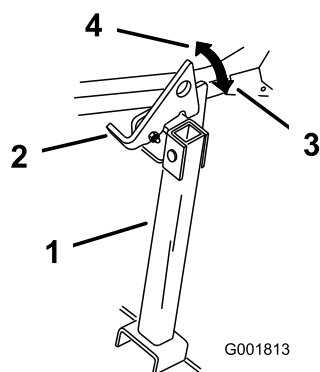

Figura 44
2. Levante o trinco para a posição desbloqueada (Figura 44).